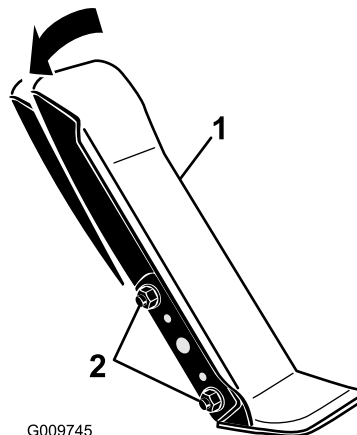

Figure 101
1. Desserrez les 2 écrous et boulons qui fixent le côté gauche de la pédale de déplacement au support (Figure 101).
2. Faites pivoter la pédale à l'angle voulu puis serrez les écrous (Figure 101).